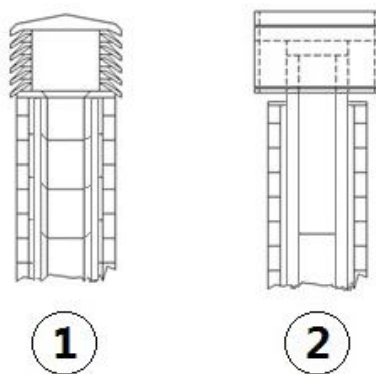

Fig. 4 - Comignoli antivento
- Si consiglia un comignolo di tipo antivento, vedi **Fig. 4 a pag. 8**.